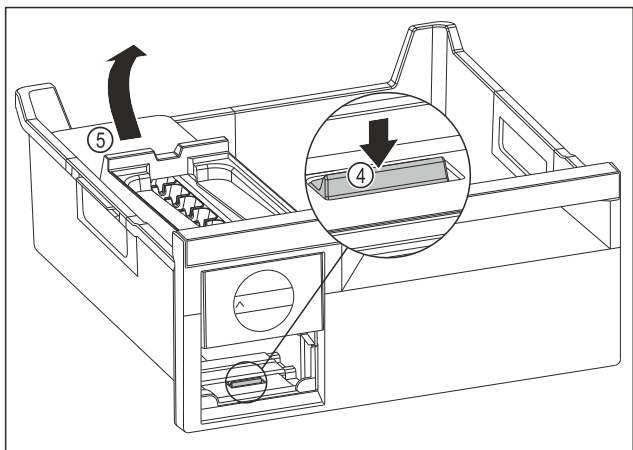

Fig. 105
- ▶ Вийняти корпус EasyTwist-Ice: натиснути накладку Fig. 105 (4) пальцем вниз і одночасно підняти корпус EasyTwist-Ice Fig. 105 (5) ззаду іншою рукою.